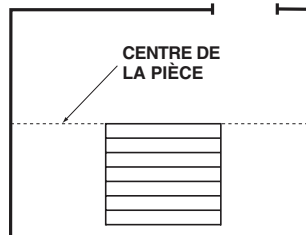

Fig. 1 – Disposition à sec pour déterminer la largeur de la planche/carreau de bordure.
- Déterminez dans quel sens les planches/carreaux seront installés. Trouvez le centre de chaque mur d'extrémité (les murs perpendiculaires au sens des planches/carreaux) et tracez une marque de crayon sur le sol. Reliez les deux marques en traçant une ligne de craie au centre de la pièce. Disposez les planches/carreaux à sec à partir de la ligne centrale jusqu'au mur parallèle au sens des planches/carreaux pour déterminer la largeur de la dernière rangée de planches. (Fig 1)